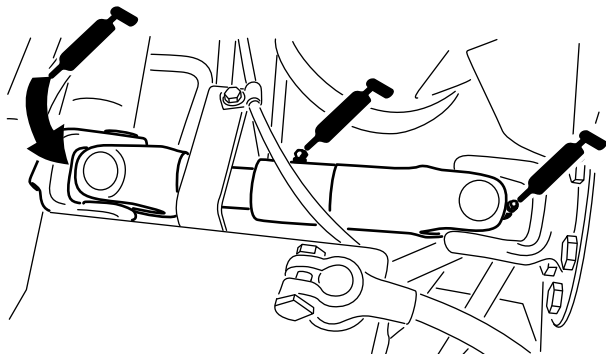

図 53
- ・ ポンプ駆動シャフトのUジョイント (3ヶ所) (図 53)